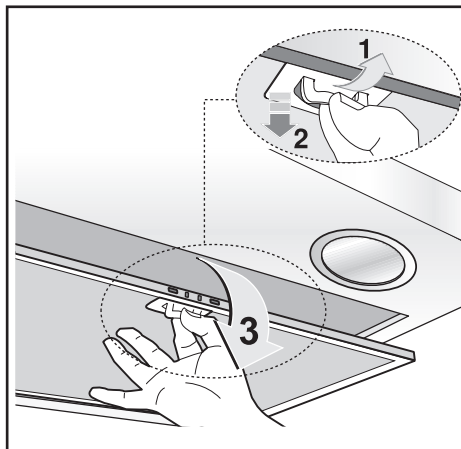

Fig.7
- La distanza minima fra la superficie di supporto dei recipienti di cottura sul dispositivo di cottura e la parte più bassa della cappa da cucina deve essere di almeno 65 cm. Se dovesse essere usato un tubo di connessione composto di due o più parti, la parte superiore deve essere all'esterno di quella inferiore. Non collegare lo scarico della cappa ad un condotto in cui circoli aria calda o utilizzato per evacuare fumi degli apparecchi alimentati da un'energia diversa da quella elettrica. Prima di procedere alle operazioni di montaggio, per una più facile manovrabilità dell'apparecchio disinserire il filtro/i antigrasso (Fig.7).